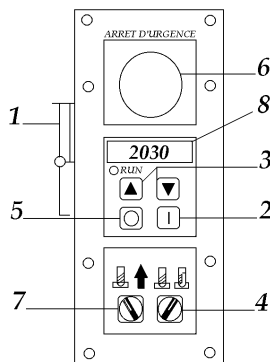

FIG.4
CHAPITRE 6 : VARIATEUR DE VITESSES (FIG.4)
CHAPITRE 7 : MISE EN MARCHÉ (FIG. 4 & 5)
- C - Débloquent l'arrêt d'urgence (6 fig.4)
- E - Appuyez 2 fois sur l'interrupteur (2 fig.4)
- F - Augmentez ou diminuez la vitesse à l'aide des interrupteurs (3 fig.4)
- G - Pour arrêter la perceuse appuyez sur l'interrupteur (5, 6, 1 fig.4)
Actionnez l'interrupteur arrosage (marche / arrêt) (7 fig.4) situé sur la commande de la perceuse.
2. mode perçage / taraudage (4 fig.4).
4.Positionnez le sélecteur (4 fig.4) sur le mode taraudage.